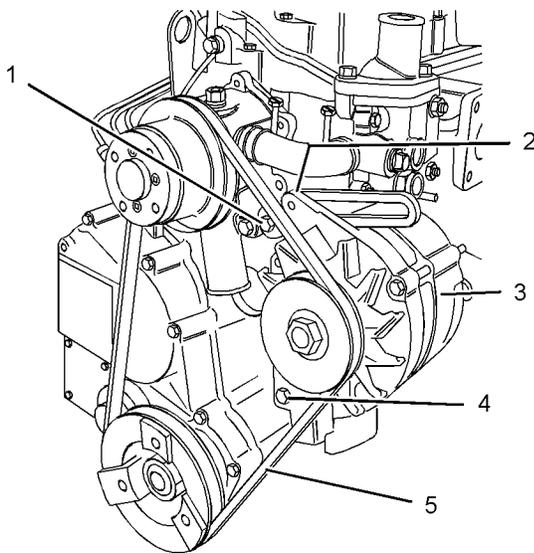

Abbildung 34
1. Den Keilriemen (5) an den Riemenscheiben positionieren. Die richtige Verlegung des Riemens ist der Abbildung 34 zu entnehmen.
2. Den Drehstromgenerator (3) vom Motor wegschieben. Informationen zur richtigen Riemenspannung finden sich in diesem Betriebs- und Wartungshandbuch, "Drehstromgenerator- und Lüfterriemen – kontrollieren/einstellen". Die Schraube (1), die Schraube (2) und die Schraube (4) mit einem Anziehdrehmoment von 25 N·m (18 lb ft) festziehen.